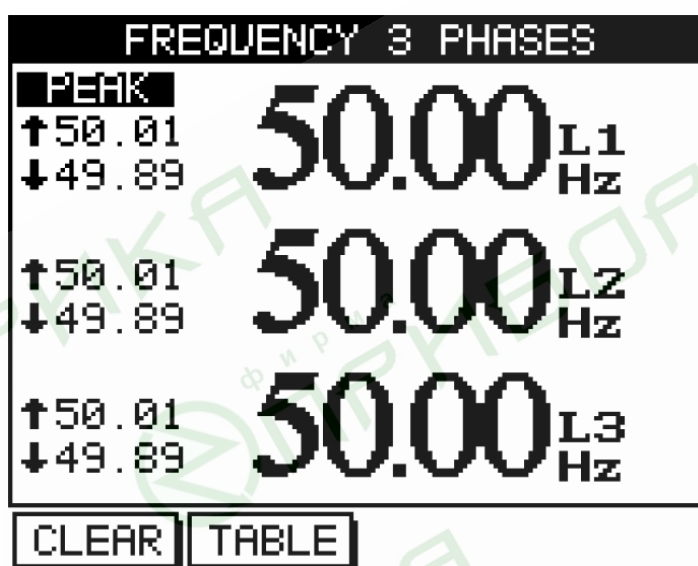

Рис. 21
3. Нажмите F3. На дисплее появится экран индикации частоты сетевого напряжения (рис. 21):